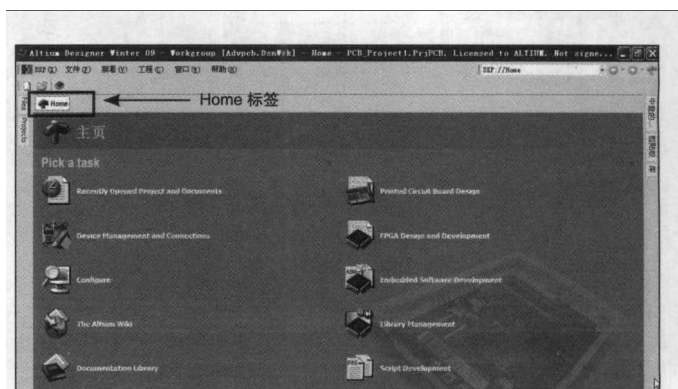

图1
(1) 启动Altium Designer 10首先出现的是一个含有多种任务的“Home”视窗工作区界面，窗口的两边和底部有各种面板标签如图1，点击面板标签就会打开这个面板。